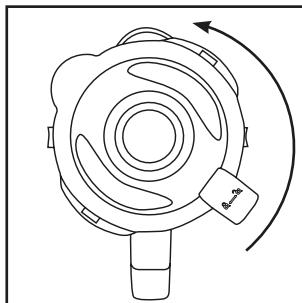
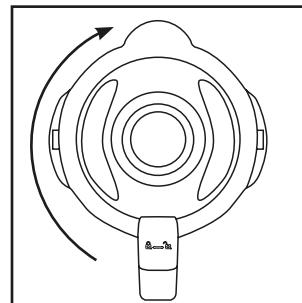

Fig. 1
Fig. 2
- 1) Rotiți recipientul de amestecare **③** în sens anterior până când săgeata  de sub mânerul recipientului de amestecare se află deasupra poziției .
- 2) Îndepărtați capacul **②** rotindu-l în sens anterior, în poziția  (a se vedea fig. 1), până când îl puteți ridica.
- 3) Umpleți recipientul de amestecare **③**.
- 4) Apăsați din nou capacul **②** pe recipientul de amestecare **③**. Închideți capacul **②** rotindu-l în sens orar, în poziția  până când se blochează cu un sunet (a se vedea fig. 2). Aveți grijă ca gura de turnare de pe recipientul de amestecare **③** să fie închisă. Motorul poate porni numai după ce capacul **②** este așezat fix.